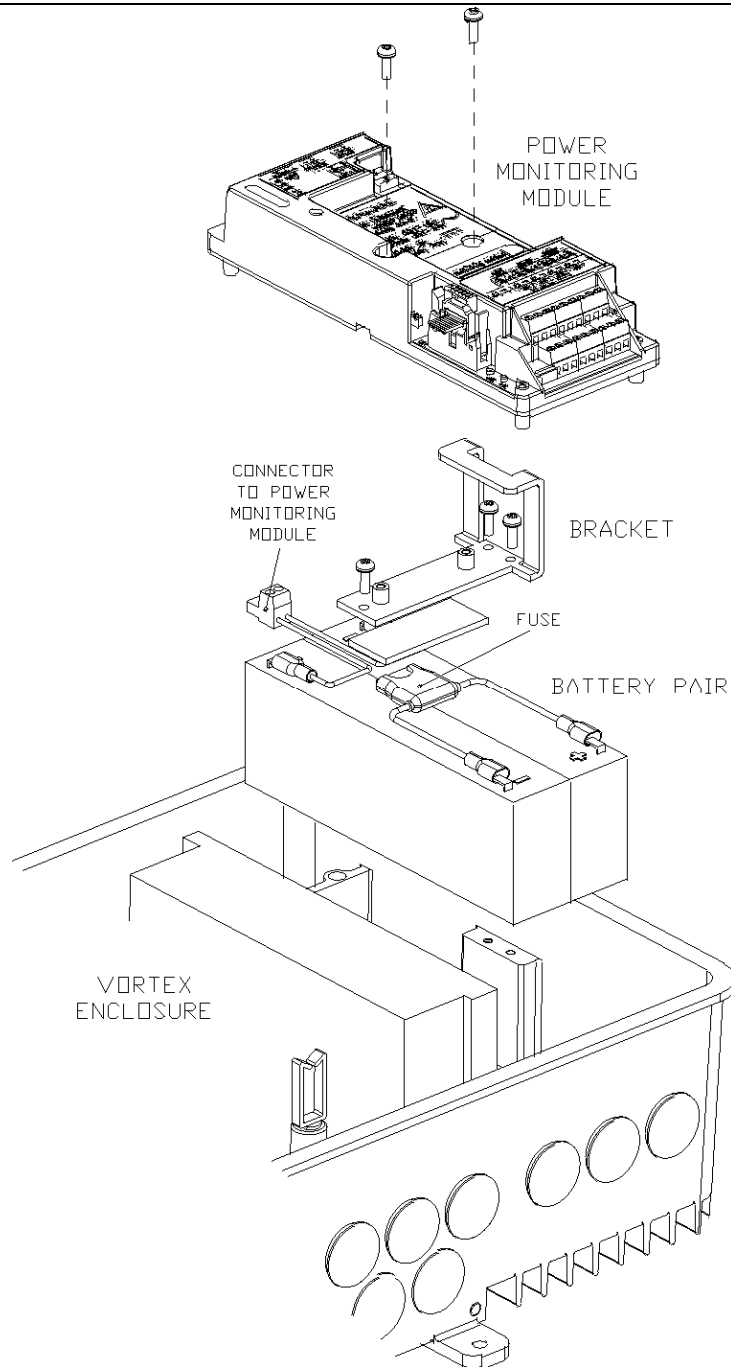

Abbildung 15: Ausbau der Batterien aus dem Vortex Standardgehäuse
2. Lösen Sie die beiden großen Schrauben in der Mitte des Stromüberwachungsmoduls und ziehen Sie das Modul vorsichtig heraus, ohne eines der anderen Kabel zu lösen (siehe Abbildung 15).